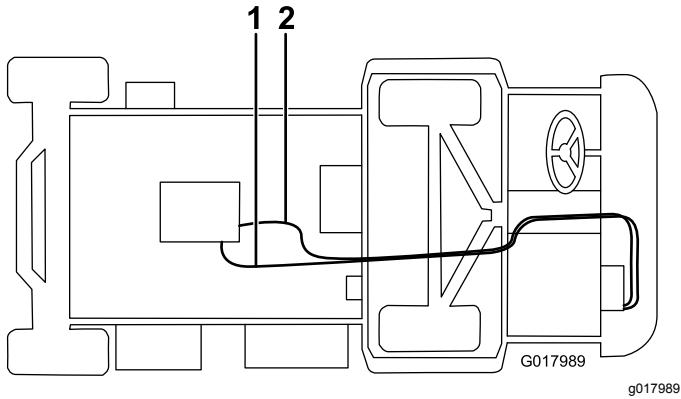

Рисунок 18
5. Подсоедините длинный шланг к клапану обогревателя с помощью шлангового хомута и проложите его под машиной, над осью и к прямому штуцеру (Рисунок 18). Отрежьте излишнюю часть шланга.
6. Подсоедините короткий шланг к белому заливному тройнику с помощью шлангового хомута, проложите его сквозь R-образный хомут на кронштейне обогревателя и подсоедините его к тройнику в нижнем шланге радиатора с помощью шлангового хомута (Рисунок 18). Отрежьте излишнюю часть шланга.